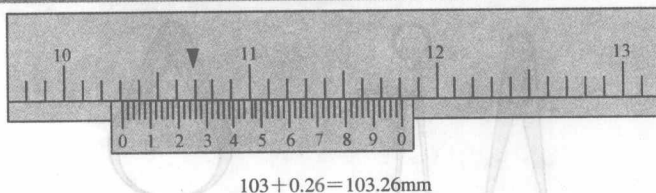

图 1-12 游标卡尺的读数方法
- ① 先读出游标零线左面的尺身整数毫米值。
- ② 在游标尺上找到和尺身刻线对齐的刻线，游标尺和尺身上只有一条刻线能完全对齐，在游标尺上读出小数毫米值。
- ③ 把上述两项数值相加，即将尺身上的整数值和游标上的小数相加，即为测量到的实际尺寸，如图 1-12 所示。